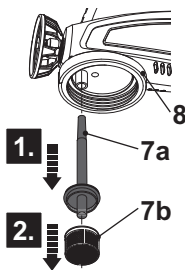

Fig. 8
- > Retire el tubo de aspiración (7a) y el filtro de pintura (7b) del soporte del recipiente de pintura (8) (Fig. 8).